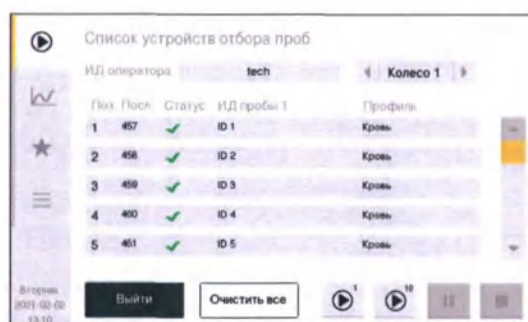

Рисунок 47. После анализа пробы
- Статус пробы имеет шесть индикаторов состояния, см. *рисунок 47*.